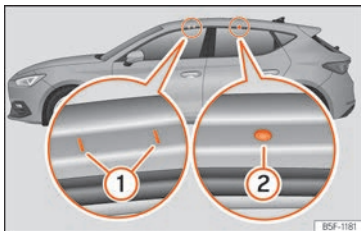

Fig. 129 Points de fixation des barres longitudinales pour la galerie porte-bagages du toit (Leon).
Les points de fixation avant et arrière ① et ② sont visibles uniquement lorsque les portes sont ouvertes »» fig. 129.